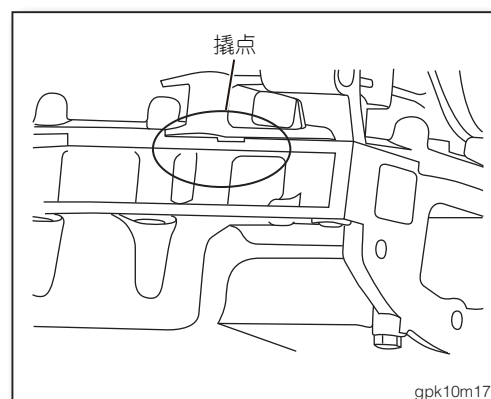

图2
3. 在油底壳与下曲轴箱间插入密封切割刀使其分离(如图2)。